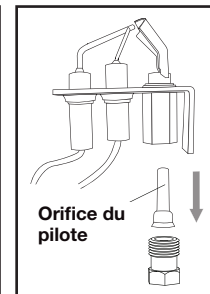

FIG. 5
9. Using a backup wrench (required), loosen the pilot nut from the bottom-side of the pilot **(Fig. 5)**. Remove the pilot orifice and replace with the one supplied. Reattach the pilot nut and pilot assembly.
9. À l'aide d'une clé de renfort (nécessaire), desserrez l'écrou de la veilleuse du côté inférieur de la veilleuse (Fig. 5). Retirez l'orifice du pilote et remplacez-le par celui fourni. Refixez l'écrou du pilote et l'ensemble du pilote.